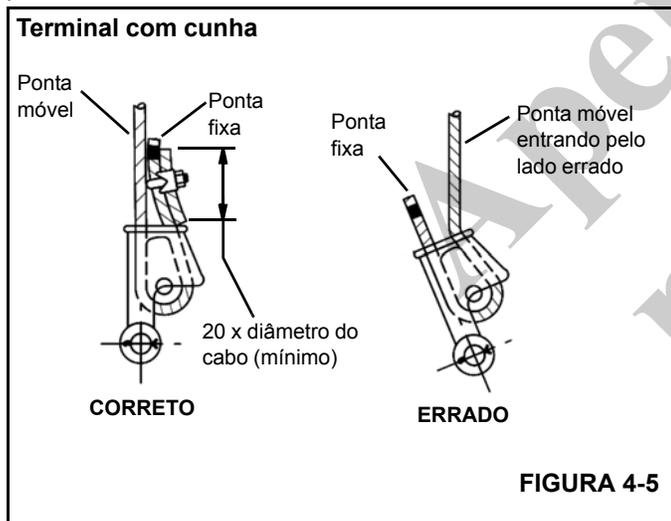

FIGURA 4-5
3. Certifique-se de que a extremidade móvel do cabo (Figura 4-5) fique diretamente alinhada às orelhas do terminal e ao sentido da tração a que o cabo será submetido. Se o cabo for incorretamente carregado no terminal, sob uma carga, o cabo dobrará conforme sai do terminal e a borda do terminal se desgastará no cabo causando danos ao cabo e falhas eventuais.
4. Insira a extremidade do cabo de aço no terminal, forme um laço no cabo e passe-o de volta através do terminal deixando que a ponta fixa (Figura 4-5) sobressaia do terminal. Verifique se a ponta fixa do cabo tem comprimento suficiente para que seja possível aplicar o tratamento da extremidade à ponta fixa após a cunha ter sido assentada.